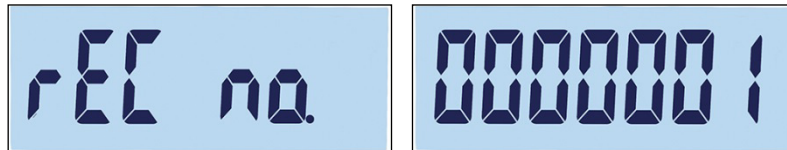

Figura 3-45: Schermate con l'etichetta del numero di record e impostazione del numero di record
2. Verrà visualizzato brevemente rEC no. e poi la schermata di modifica del numero di record (Figura 3-45). Nel terminale è possibile salvare fino a 10 record. Per impostazione predefinita, il sistema offre il numero successivo disponibile.